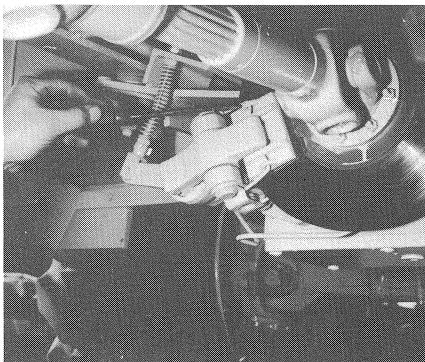

Bild 54
- (1) Feststellbremse lösen.
- (2) Mit Montiereisen Haltefedern aus dem Bremsklotz herausheben (Bild 54/Pfeil).
(1) Release parking brake.
(2) Remove the locking springs from the brake pad by means of mounting spoon (Fig. 54/arrow).
(1) Resserrer le frein d'arrêt.
(2) Enlever les goupilles d'arrêt de la plaquettes de frein à l'aide d'un démonte-pneu (fig. 54/flèche).